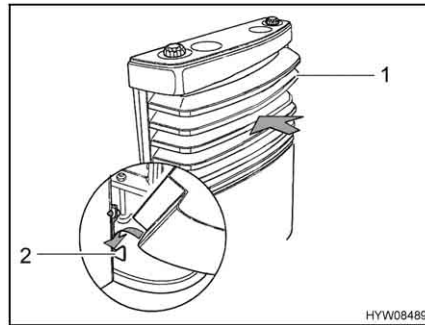

Fig. 139 Habillage du chauffage, logement inférieur
- Monter l'habillage du chauffage. Pour ce faire, poser l'habillage du chauffage (Fig. 139,1) sur les logements inférieurs (Fig. 139,2).